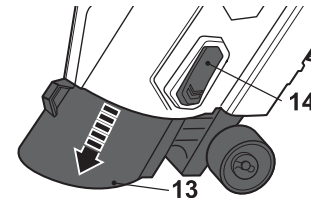
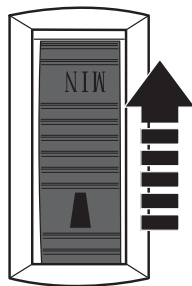

Fig. 2
Fig. 13
- > Antes de utilizar el producto, extraiga siempre el tubo telescópico (13).
- > Extraiga el tubo telescópico (13) completamente hasta el final y hasta que el botón de bloqueo (14) encaje en su lugar. (Fig. 2)
- > Presione la parte delantera del botón de bloqueo (14) (Fig.13, paso 1) y empuje hacia atrás el tubo telescópico (13) hasta a su posición de almacenamiento (Fig. 2, paso 2).
- > Desplace el selector de velocidad (3) hacia delante cuando desee aumentar la potencia de aspiración/soplado (Fig. 13).